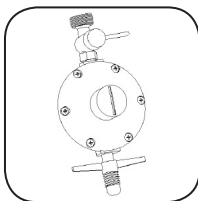

Fig. 14
- Utilizar um regulador de pressão adequado. Verificar o prazo de validade, pois a cada 5 anos, ele deve ser substituído. A ausência do mesmo poderá causar excesso de pressão e consequentemente vazamento de gás o que pode causar incêndio [Fig. 14].